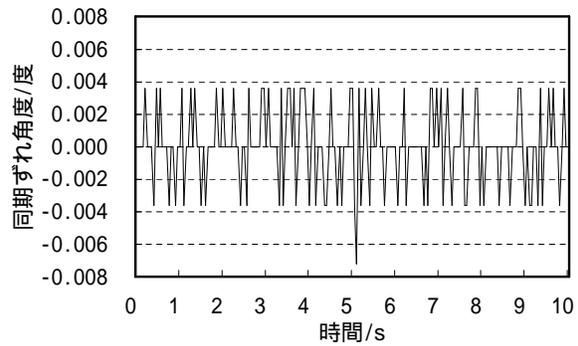

図 4 70 k N 負荷時の左右主軸の回転同期ずれ
(1)左右主軸角度同期ずれ ボールねじの転造では、主軸に取付けた一方のダイスがワーク上の加工する筋目に、相対するダイスが正確にその筋目を辿るように 2 つのダイスを同期させて回転することが必要である。図 4 は転造時の左右主軸の同期ずれ角度を示している。転造条件は、外径 26mm のボールねじを転造しているときの測定値で、70kN の負荷、400N・m の回転トルクが付与されている。図のように同期ずれ角度は 0.01° 以内であり、左右主軸は非常に良く同期している。
この原因は次のように考えられる。左右主軸の回転同期が合わない場合、工具に刻まれているスパイラル状の山が回転しているワークの互いにずれた場所に溝形状を何度も成形し、大きな発熱を生じさせる一因となり、ワークの表面を粗し、成形形状の品質を落とす。しかし、CNC 転造機 GALAXY で加工した場合は、図 4 のように高い精度の回転同期で加工できるため、熱の発生が抑えられ、高い加工精度が得られる。したがって、加工後の素材に残る残留応力も大幅に少なく、表 1 と表 2 の良好な結果が得られると推定される。